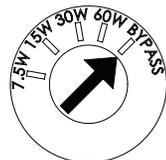

図27
4. 図27に示されているように、トランスタップを「バイパス」に変更するには、平頭ドライバーを使用します。